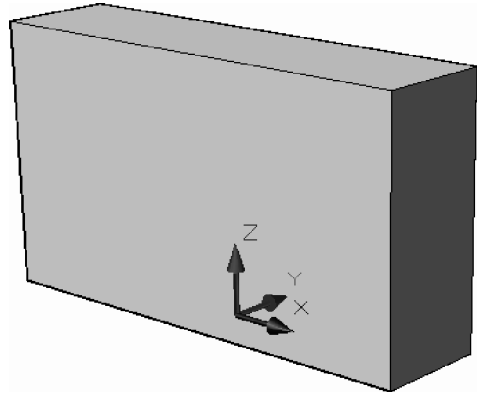

Fig. 7.2 Construcția unui paralelipiped
5. Se construiește un paralelipiped de dimensiuni 32x8x18 – vezi Fig. 7.2.